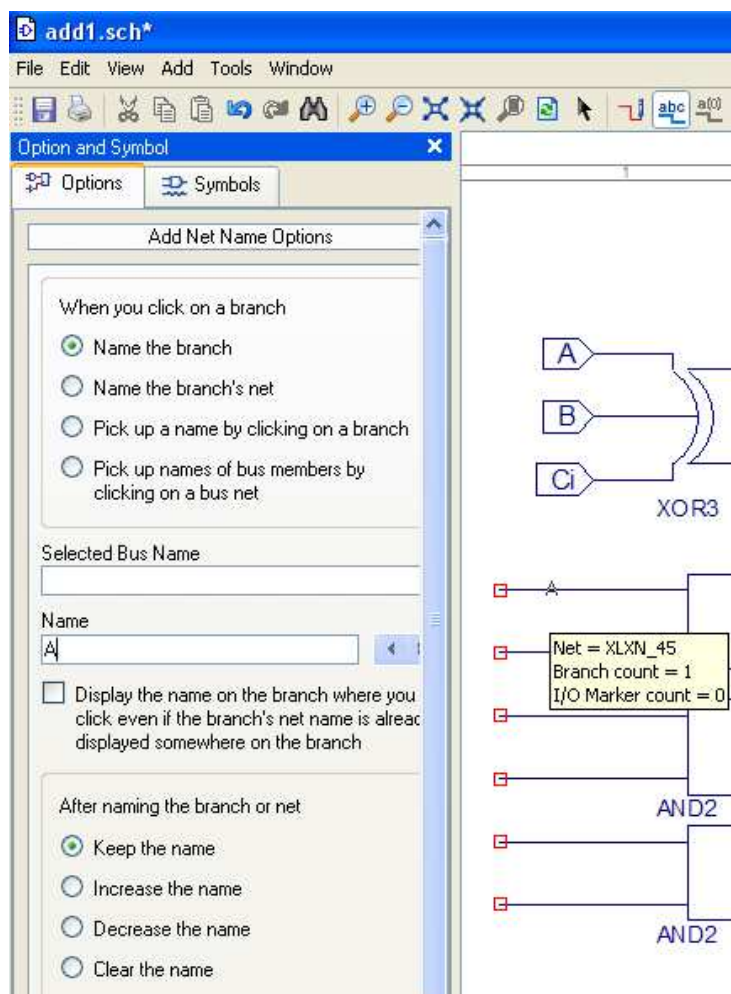

figura 19
4. Se plasează cursorul deasupra primei conexiuni terminate în aer, ca în figura 19, iar apoi se face clic stânga, **Atenție:** pentru o plasare sigură, în momentul în care faceți clic stânga, punctul de intersecție al segmentelor ce formează cursorul